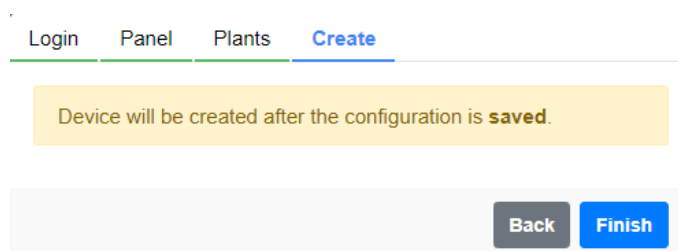

Figura 7.17: Informação sobre a criação ao MFM do WEGscan 1000
Passo 13 É informado que WEGscan 1000 será criado no MFM após a configuração ser salva, conforme Figura 7.17.